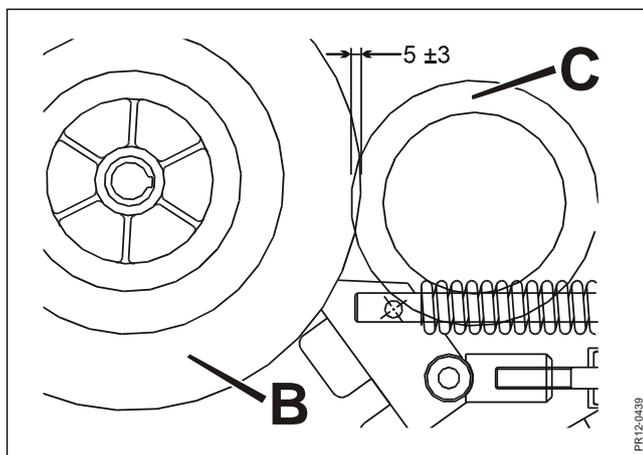

Abb. 4-31
**Abb. 4-31** Bei der Rückwärtsfahrt beträgt die Überlappung zwischen der Reibscheibe aus Stahl **B** und der Gummischeibe **C**  $5 \pm 3$  mm. Im Fall von Verschleiß muss keine Einstellung vorgenommen werden, da der Zylinder immer konstanten Druck aufweist, der durch das Überdruckventil festgelegt ist.